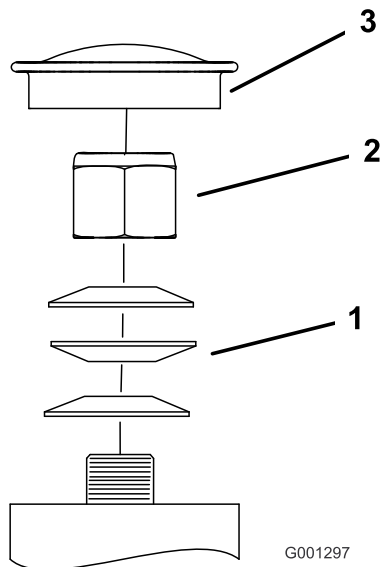

図 59
3. キャスタからダストキャップを外してロックナットを締め付ける 図 59。
4. スプリングワッシャが平たくつぶれるまでロックナットを締め付け、その位置から 1/4 回転もどすと、ベアリングに対して適切な予負荷がかかる 図 59。
**重要**スプリングワッシャが 図 59 のように正しく取り付けられていることを確認してください。
5. ダストキャップを取り付ける 図 59。